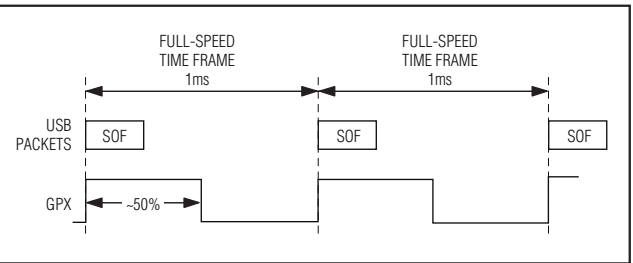

图14. SOF模式下的GPX输出
- **SOF**：方波信号，正沿指示USB帧的起始点(图14)。